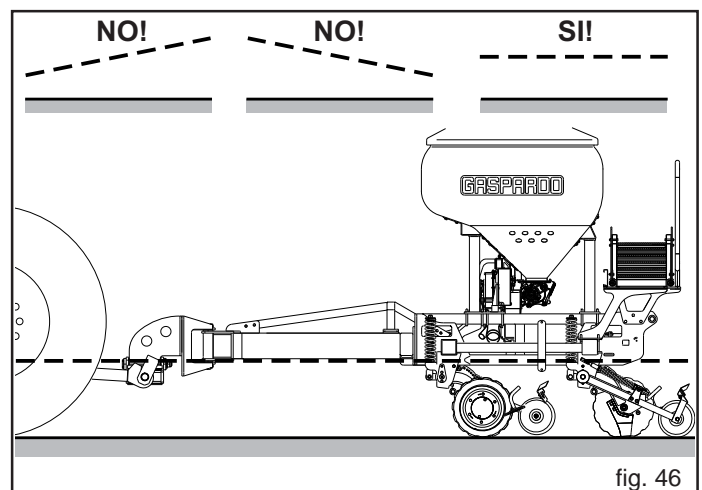

fig. 46
- 5) Assicurarsi che la macchina lavori col telaio orizzontali (Fig. 46); solo in questa posizione il carico della macchina viene ripartito in egual misura sulle due serie di elementi seminatori.